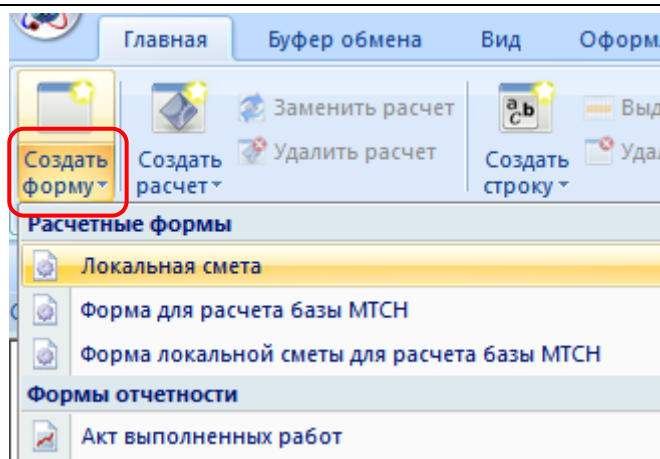

Рис. 1.27 Раскрывающийся список команды Создать форму
2. На вкладке **Главная** нажать на стрелку, расположенную ниже команды **Создать форму** (рис. 1.27);